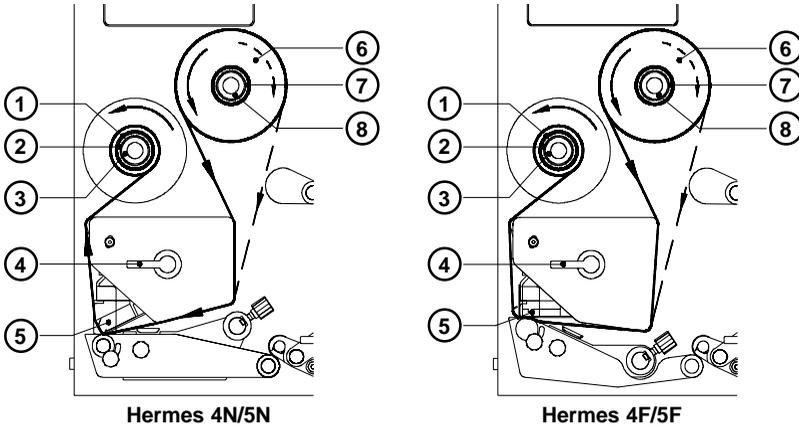

Bild 6d Einlegen des Transferbandes
Die Schichtseite muss beim Einlegen auf der dem Druckkopf abgewandten Seite liegen ! Im Bild 6d gilt die durchgezogene Linie für Transferbandrollen mit innenliegender Schichtseite, die gestrichelte Linie für Rollen mit außenliegender Schichtseite.
3. Halten Sie die Transferbandrolle (6) fest und drehen Sie den Rändelknopf (8) im Uhrzeigersinn, bis ein spürbarer Widerstand auftritt. Dadurch wird die Transferbandrolle am Transferbandabwickler (7) festgeklemmt.
4. Schieben Sie eine Papphülse (1) auf den Transferbandaufwickler (2) und klemmen Sie sie durch Drehen des Rändelknopfes (3) im Uhrzeigersinn fest.
5. Legen Sie das Transferband nach Bild 6d ein und kleben Sie den Bandanfang mit einem Klebestreifen (z.B. Etikett) an der Papphülse (1) fest.
6. Glätten und straffen Sie den Transferbandlauf, indem Sie den Aufwickler (2) entgegen dem Uhrzeigersinn drehen.
7. Schwenken Sie den Hebel (4) bis zum Anschlag entgegen dem Uhrzeigersinn. Damit wird der Druckkopf verriegelt.